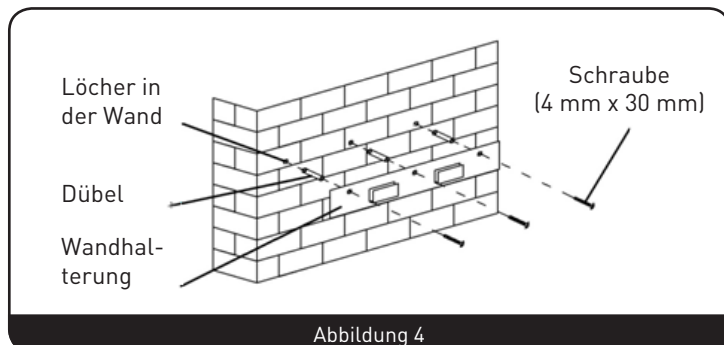

Abbildung 4
1. Bohren Sie drei Löcher zum Befestigen der Halterung. Befestigen Sie die Halterung mit den beiliegenden Schrauben und Wanddübeln. (Abbildung 4)